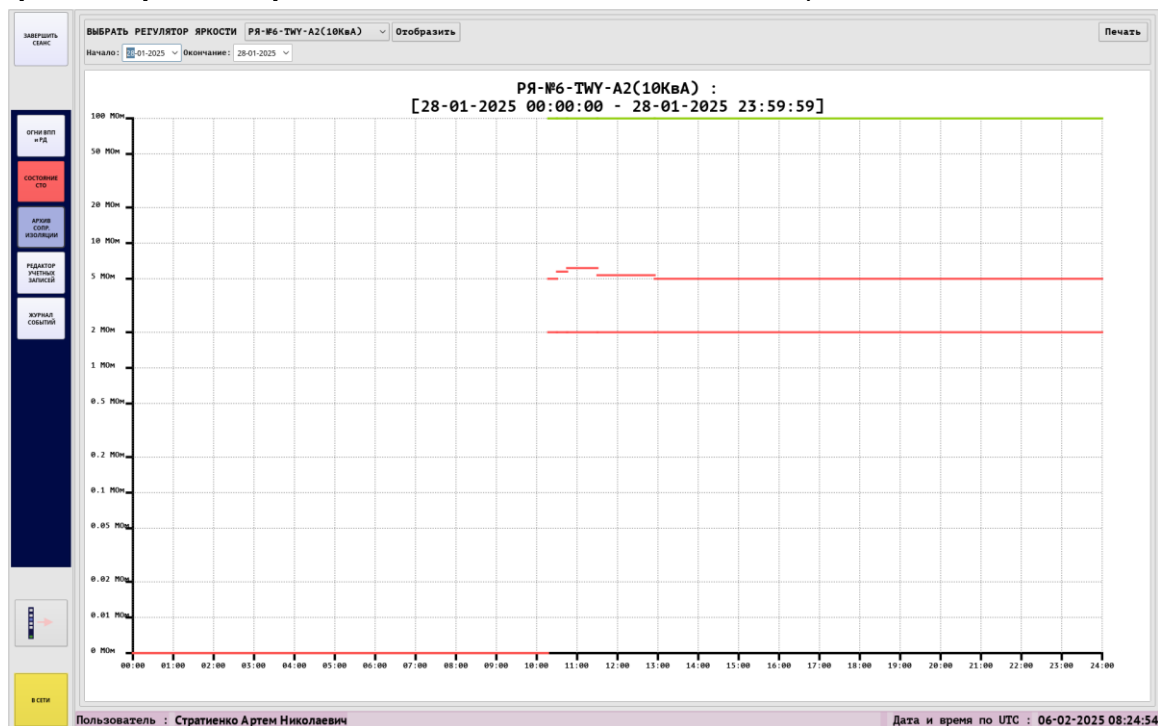

Рисунок 58
1. **Открыть архив сопротивления изоляции:** *Главное меню ПП АРМ → АРХИВ СОПР. ИЗОЛЯЦИИ.*, пример см. рис. 58.